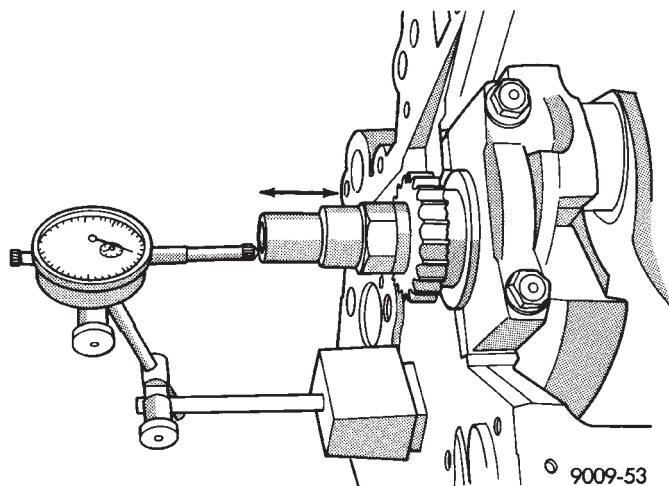

Abb. 71 Axialspiel der Pleuellagerzapfen—Typisch
- (1) Meßuhr so an der Stirnseite des Motors anbringen, daß der Taststift den vorderen Wellenstumpf berührt (Abb. 71).
- (2) Kurbelwelle bis zum Anschlag nach hinten bewegen.
- (3) Meßuhr auf Null stellen.